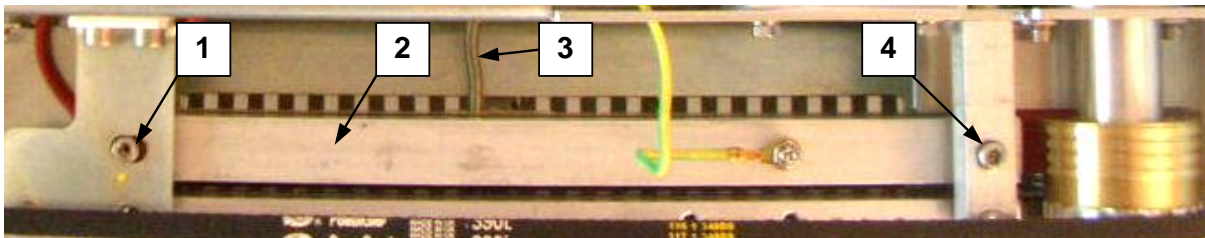

Bild 5.14
- Die beiden Führungsstifte (Nr. 1 und Nr. 4 - Bild 5.14) abschrauben.
- Entfernen Sie die Montagebacken und das Heizelement aus der Maschine (Nr. 2-Bild 5.14).
- Lösen Sie die Sondenhalterung, drehen Sie die Kontermutter (Nr. 3 - Bild 5.14) und entfernen Sie die Sonde.